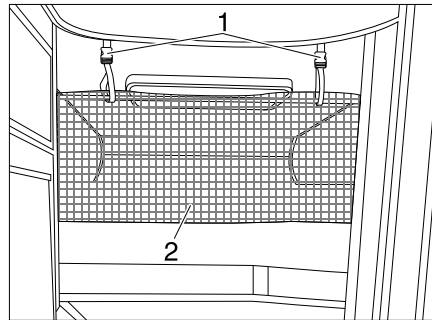

Bild 167 Skyddsnet
Skydds nätet är standard (Bild 167,2). Det ligger mellan madrassen och ribbotten. Skydds nätet ska först monteras när personen som ska sova där befinner sig i sängen.
- Haka fast fästbanden (Bild 167,1) i hållarna i taket.